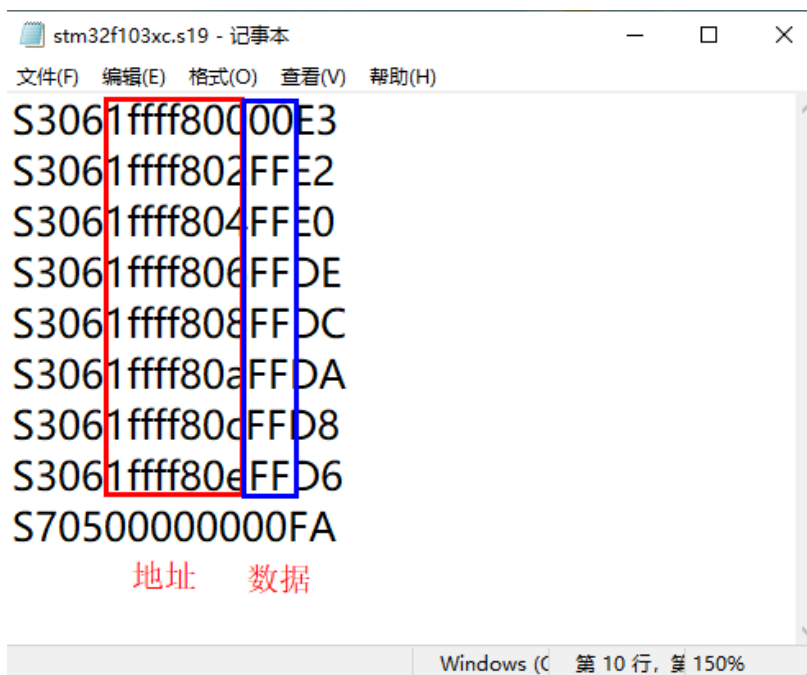

图 2.14-6 选项字节文件内容解析
4、用 Windows 系统自带的记事本，打开刚才保存的选项字节文件，里面的文件内容如图 2.14-6 所示。